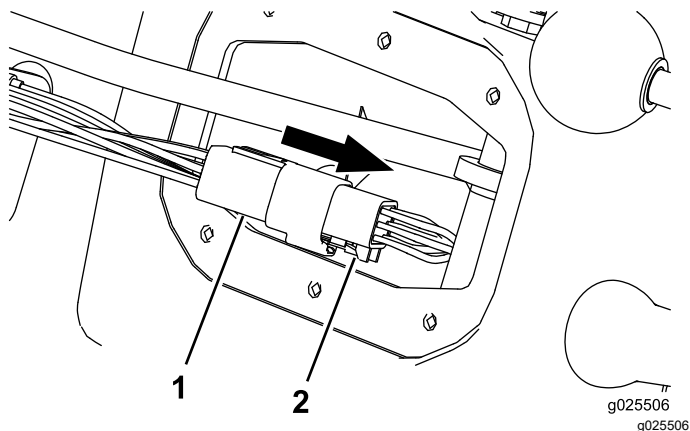

Figure 12
1. Débranchez le connecteur de l'indicateur de sélection du faisceau de la machine (Figure 12).